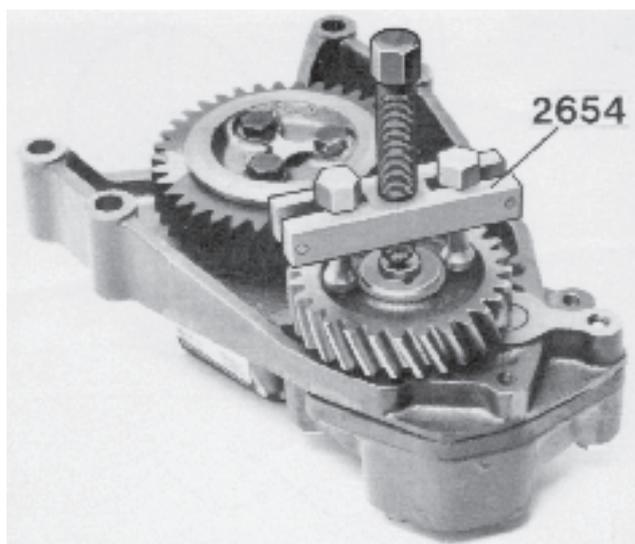
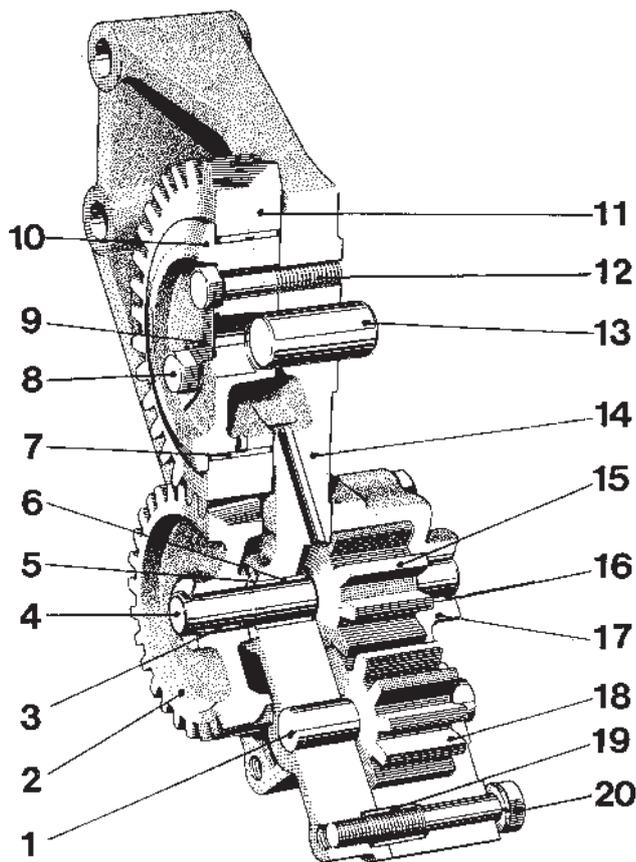
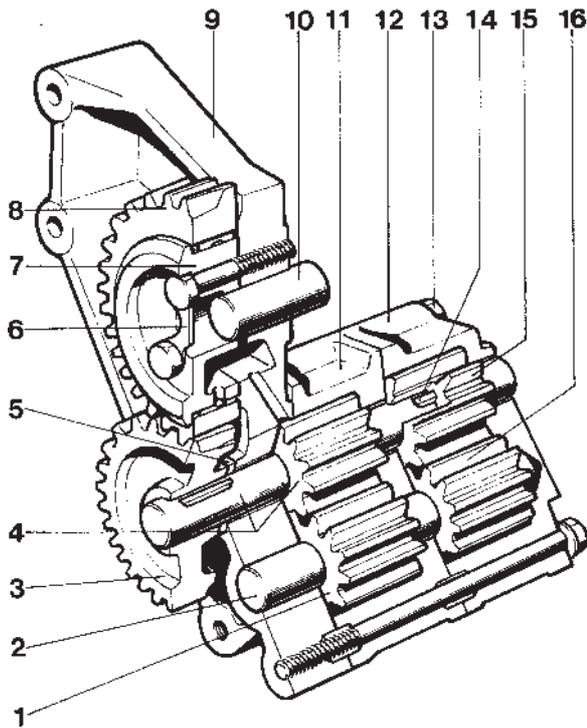

Fig. 104. Démontage du pignon de commande
Fig. 105. Pompe à huile
Fig. 108. Pompe à huile. Moteurs avec carter d'huile à profil bas pour grandes inclinaisons
La pompe à huile (figure 105) est du type à engrenages. Elle aspire l'huile à travers la crépine et le conduit d'aspiration dans son côté aspiration.
1. Extraire le pignon de commande à l'aide de l'extracteur 2654 (figure 104). Enlever la clavette et la rondelle axiale (5, figure 105) de l'arbre.
2. Déposer le pignon intermédiaire (11). Celui-ci est fixé avec trois vis et monté sur une douille.
3. Enlever les vis de fixation du corps de pompe (17) et déposer ce dernier. Si le corps de pompe est bloqué, l'extraire avec deux vis de 5/16".
5. Déposer le pignon récepteur (18) du corps de pompe. Extraire l'axe si celui-ci doit être remplacé.
Réaliser les nouvelles bagues jusqu'à obtenir un ajustement demi-tournant (diamètre 16,016 à 16,034 mm). Avant l'alésage, fixer le corps de pompe sur la console de façon à bien centrer ces pièces avec les douilles de guidage (19, figure 105).
3. Remonter l'arbre de commande (4, figure 105) avec son pignon sur la console.
4. Placer la rondelle axiale (5) sur l'axe de pignon (une rondelle axiale neuve se trouve dans le kit de réparation). Mettre la clavette et enfoncer le pignon moteur.
2. Déposer le pignon intermédiaire (8, figure 108). Ce pignon est fixé avec trois vis et monté sur une douille de palier.
3. Enlever le pignon moteur (3) à l'aide de l'extracteur 2654 (figure 104). Enlever la clavette et la rondelle axiale (5, figure 108), de l'axe.
4. Enlever les vis de fixation (13) du corps de pompe. Déposer la console (9), l'axe de pignon récepteur (2) est entraîné avec la console. Si le corps de pompe reste fixé à la console, l'extraire à l'aide de deux vis de 5/16".
5. Déposer le pignon récepteur de la pompe refoulante (1) hors du corps. Extraire l'axe (2) si celui-ci doit être remplacé.
6. Déposer le corps de la pompe compensatrice (12) en le faisant sauter avec un tournevis introduit dans les rainures fraisées entre la pompe refoulante et la pompe compensatrice. Déposer le pignon récepteur de la pompe compensatrice (16).
7. Poser un support sous le flasque avant de la pompe refoulante et extraire l'arbre avec le pignon moteur (4) de la pompe refoulante d'environ 2,5 mm.
4. Placer la rondelle axiale (5, figure 108) sur l'axe. Mettre en place la clavette et enfoncer le pignon moteur extérieur (3).